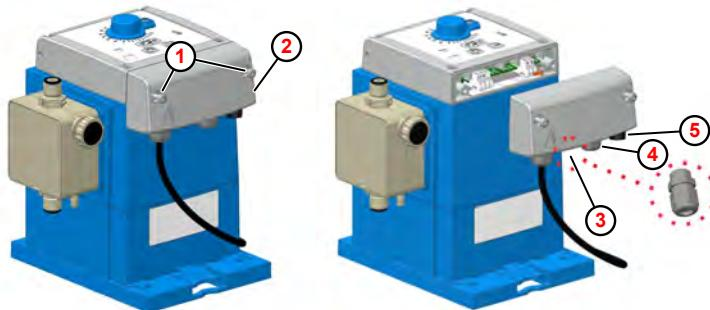

Fig. 11: Installazione elettrica «EcoUp»
(Fig. 11 , ②)
1. ➤ Allentare entrambe le viti dell'alloggiamento (Fig. 11 , ①). Le viti sono protette da un'eventuale caduta.
2. ➤ Smontare il pannello del vano morsetti ② .
3. ➤ Per il collegamento dell'uscita per quantità di dosaggio o allarme, montare nel punto adeguato il pressacavo M12x1,5 contenuto nel kit accessori della pompa ③ , far passare il cavo, serrare il pressacavo e collegare i fili del cavo secondo lo schema dei morsetti.
4. ➤ Per collegare l'ingresso impulsi o consenso, far passare il cavo attraverso l'apposito passacavo ④ , serrare il pressacavo e collegare i fili del cavo secondo lo schema dei morsetti.
5. ➤ Il collegamento per l'ingresso di livello deve essere inserito nell'apposita presa ⑤ .
6. ➤ Dopo aver completato tutti i lavori di installazione, rimontare il pannello del vano morsetti ② e serrare le viti di fissaggio ① .
I morsetti sono accessibili dopo aver rimosso il coperchio del vano morsetti (Fig. 11 , **②**).